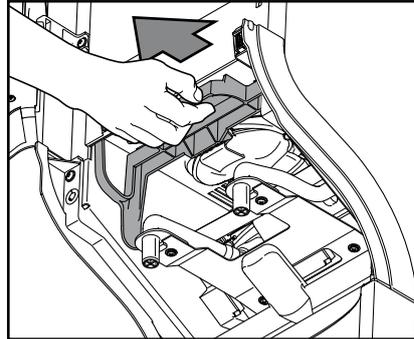

Abb. 37
- c. Ziehen Sie an der Verriegelung, um die gesamte Rührwerkskonsole zu lösen. (Abb. 37)